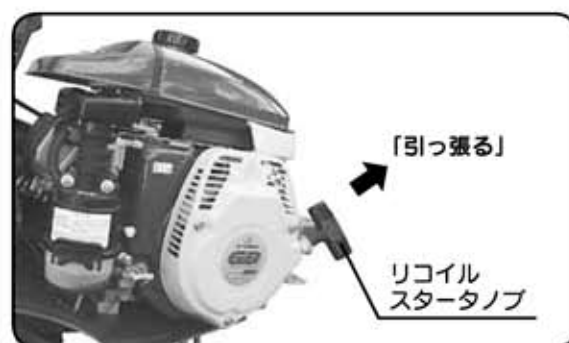

図15
- ⑥ リコイルスタータを圧縮のあるところまで軽く引き、この位置から勢いよく引っ張ります。エンジンが始動したらチョークを徐々に元の位置にもどします。(リコイルスタータを1～2回操作しても始動しないときは、そのまま何回も引っ張っていると燃料の吸いすぎとなり、始動が更に困難となりますので、チョークを元の位置にもどしてリコイルスタータを引っ張ってください) (図15)